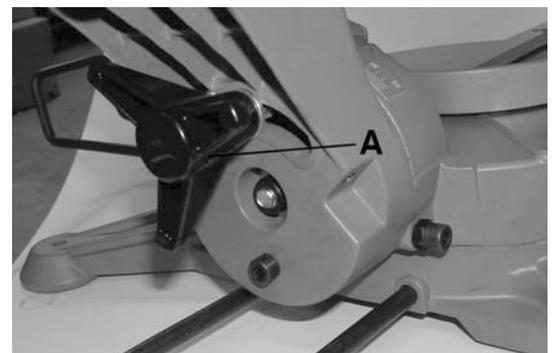

Figure 10
Désérrez le bouton de verrouillage (A) Fig.10, à ce point, la tête peut être inclinée à n'importe quel angle. Pour obtenir un angle de 45°, inclinez la tête complètement vers la gauche. Une fois que l'angle désiré est obtenu, il est très important de serrez le bouton de verrouillage (A).